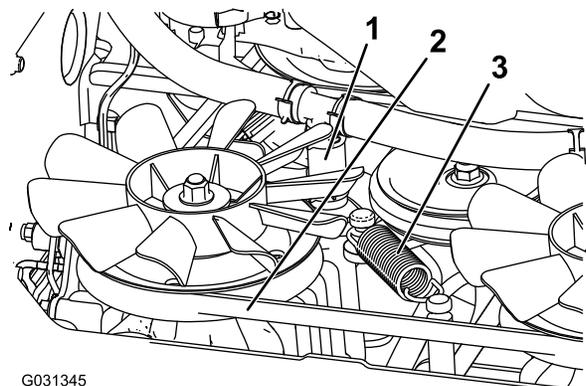

Figure 74
5. Débranchez le flexible hydraulique inférieur (Figure 74).
6. Enlevez le ressort de tension (Figure 74).
7. Enlevez la courroie de transmission de l'embrayage et de la butée d'embrayage (Figure 74).